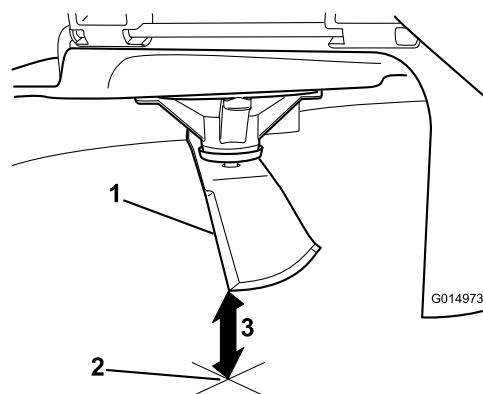

Рисунок 65
3. Измерьте расстояние от конца ножа до плоской поверхности (Рисунок 65).